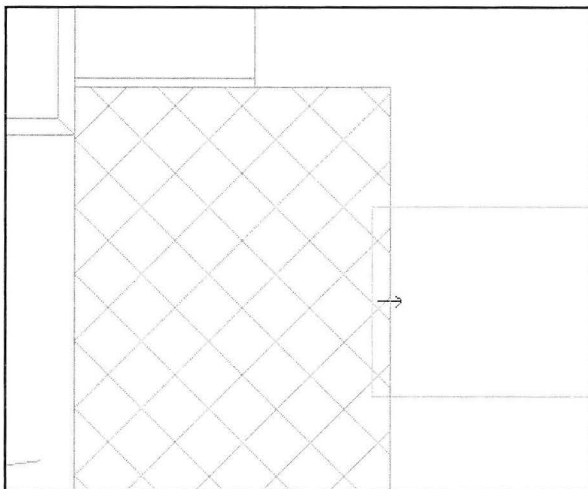

Fig. 14.58. Rediger også det nederste lag i terrændækket.
- Klik på det nederste lag i terrændækket og tegn en enkelt linie, som beskærer laget, med pilen vendt imod højre (Fig. 14.58).